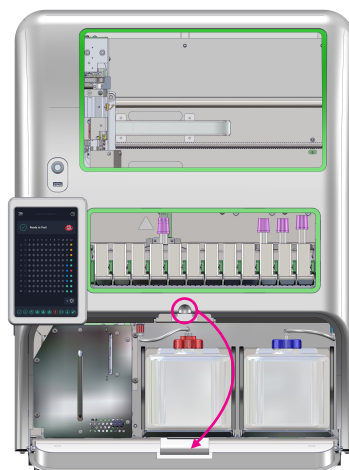

Рисунок 60
1. Откройте переднюю крышку, чтобы получить доступ к отсеку для емкостей (рис. 60).